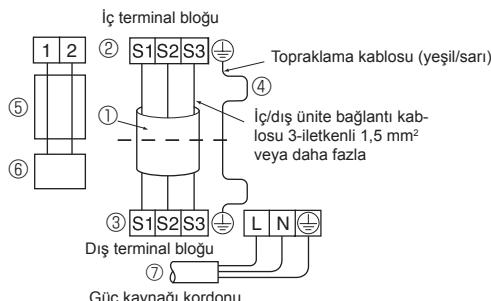

Fig. 7-2
• Bağlantıya sol alt taraftaki şemada gösterildiği biçimde yapın. (Kabloyu kendiniz temin edin). (Fig. 7-2)